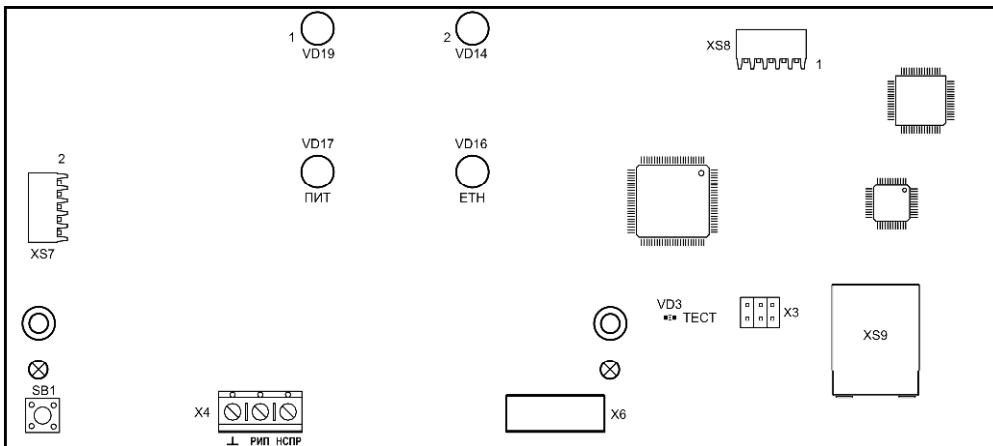

Рис.4 Внешний вид платы контроллера
- плата контроллера (рис.4);
3.1 На плате контроллера (рис.4) расположены: разъемы XS8 и XS7 для подключения коммутаторов (№1 и №2), разъем X6 для подключения к плате источника питания, розетка XS9 для подключения прибора к сети ethernet, кнопка SB1 для сброса всех сетевых настроек (IP-адрес) – в результате сброса устанавливаются настройки по умолчанию, светодиод ТЕСТ индицирует сброс настроек (см. п. 4.5).